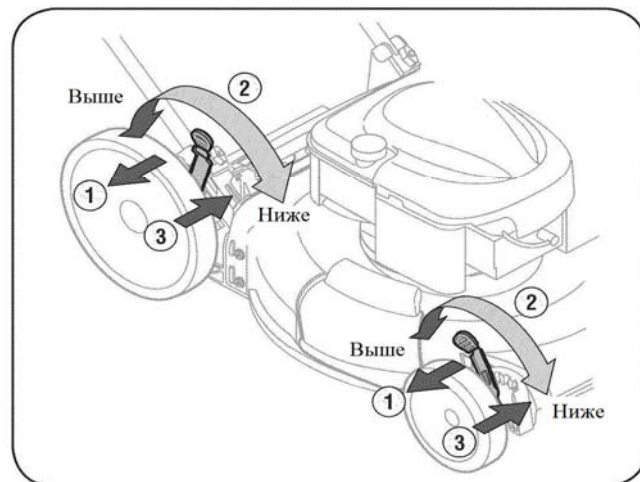

РИС. 10
2. Передвиньте рычаг в нужное положение для обеспечения необходимого значения высоты среза (см. Рис. 10).